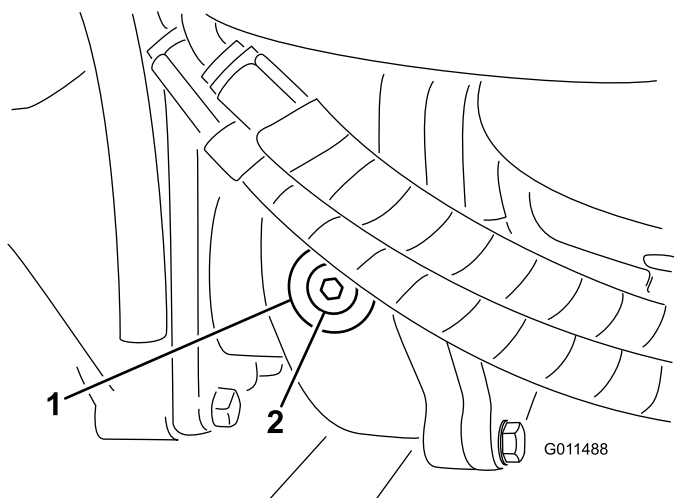

Figure 75
2. Enlevez le bouchon de contrôle/remplissage du côté gauche du boîtier d'engrenages et vérifiez que le lubrifiant atteint la base de l'orifice (Figure 75).